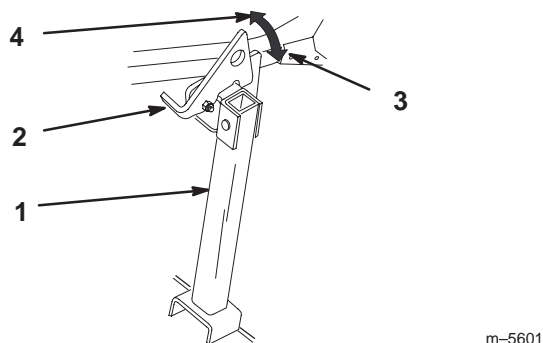

Figure 31
2. Relevez le verrou en position d verrouill e (Fig. 31).